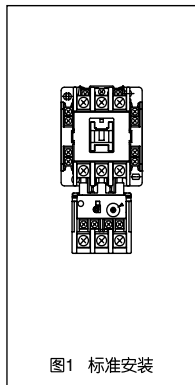

图1 标准安装
(1) 图1所示的标准安装为正确安装方法,前后左右倾斜安装也可以。